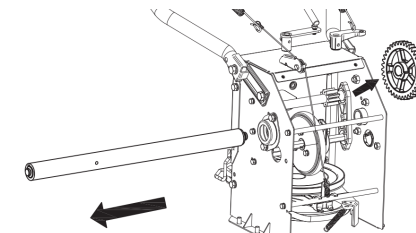

Рис. 29
3. Вытяните приводной вал (Рис. 29).